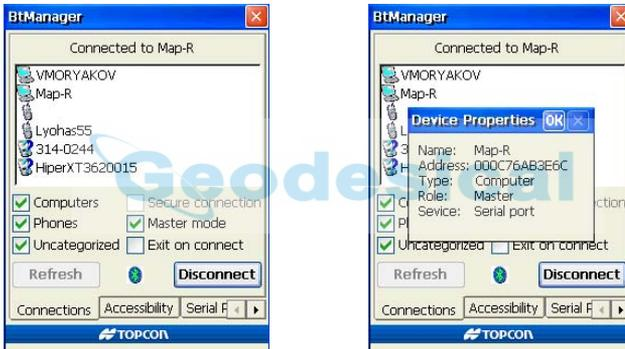

Figura A-5. Conexión Establecida con el Dispositivo y Propiedades del mismo
- Para ver información con respecto al dispositivo conectado, haga doble clic en el dispositivo (Figura A-5).